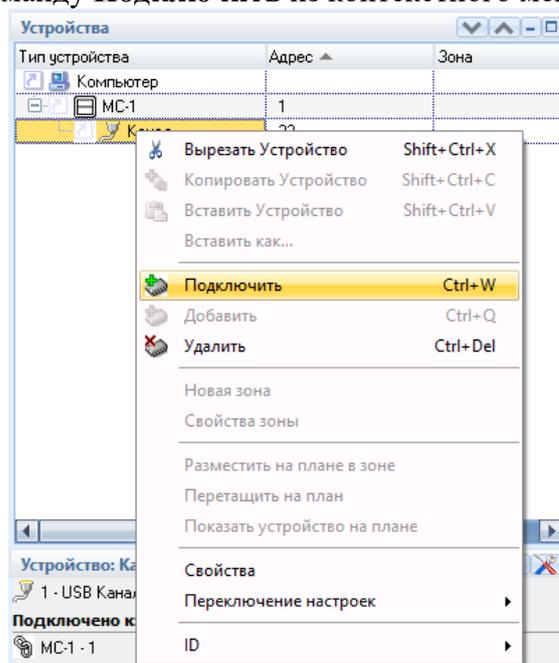

Рисунок 5.9
2) Затем следует щелкнуть на значке  в дереве устройств рядом с МС-1, выделить Канал и выбрать команду **Подключить** из контекстного меню (рисунок 5.9);